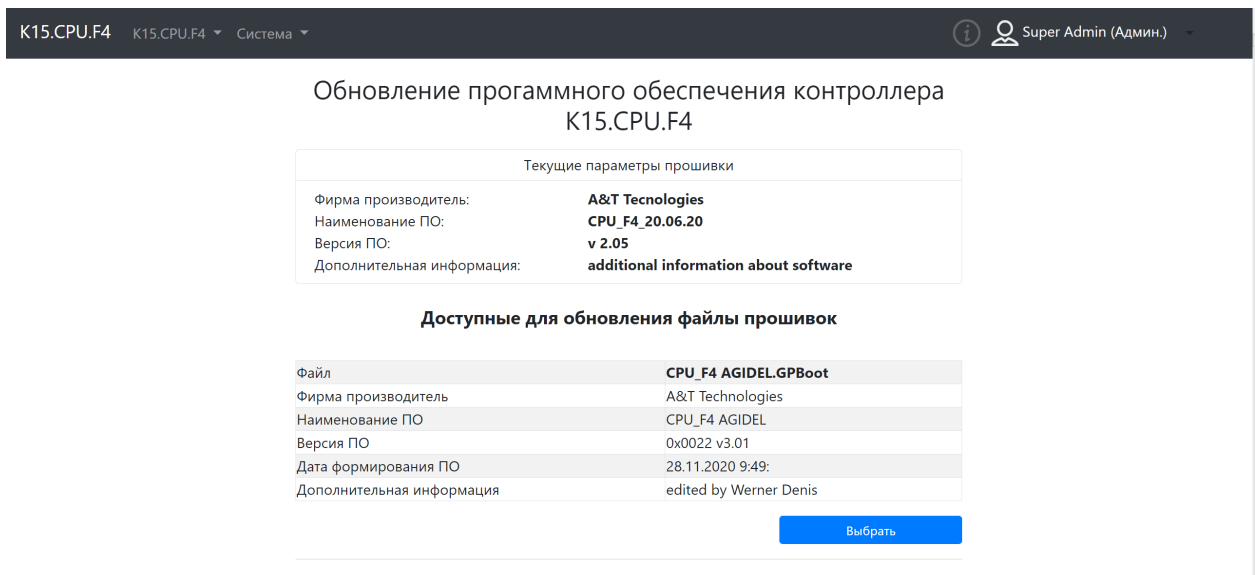

Рисунок 2 Вид страницы обновления ПО контроллера K15
3. На главной странице в шапке перейти по пункту Обновление (ранее Система) -> Обновление ПО контроллера K15.CPU. На странице обновления контроллера отобразится информация о текущий версии прошивки контроллера и доступные файлы обновления ПО контроллера из директории SET. (Рисунок 2).